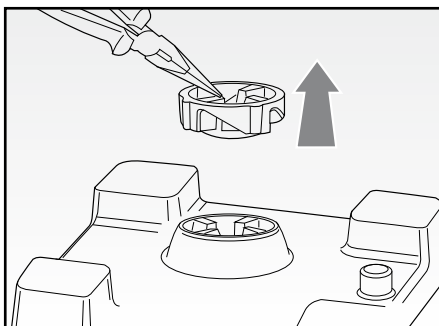

Fig. 7
- rimuovere la tazza (C) dal corpo motore (E);
- servendosi di una pinza, rimuovere il giunto originario (fig. 7);